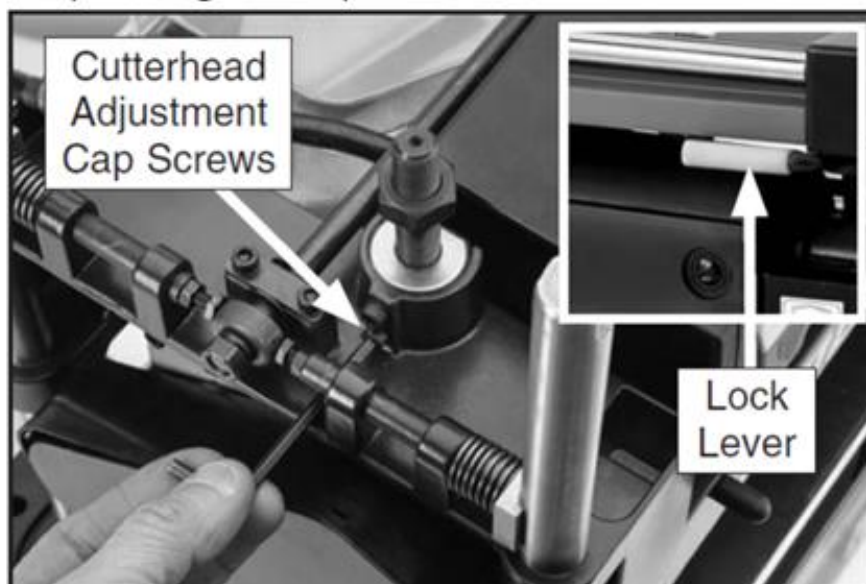

Рисунок 44. Ослабление винтов регулировочной крышки режущего вала.
5. Зафиксируйте переднюю бабку с помощью рычага блокировки стойки, затем ослабьте винты с регулировочной головкой на левой стороне передней бабки (см. рис. 44).